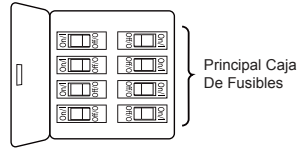

Figura 1
### Uso de perfil bajo (Figura 1)
1. Extraiga las tres pestañas estabilizadoras y la bolsa de plástico del motor. Deshágase de las pestañas estabilizadoras. (Figura 1)
Para evitar una posible descarga eléctrica, asegúrese de cortar la alimentación eléctrica de la caja de fusibles principal antes de colgar el ventilador. (Figura 1)
1. Para configurar el código de unidad del receptor. Deslice los interruptores de código a las mismas posiciones que en el transmisor. (Figura 1)